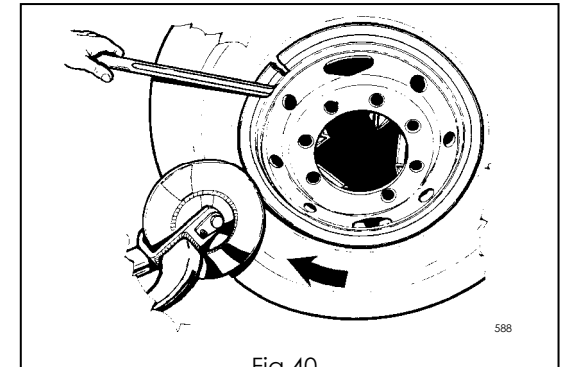

Fig.40
4. Engage one edge of the lock ring in its seat and complete the mounting process with the bead breaker disc. In the initial mounting phase hold the rim edge in its seat with a bar (Fig.40).
4. *Engager une extrémité de la bague élastique dans son logement et terminer le montage à l'aide du disque détalonneur. Pendant la phase initiale du montage, retenir l'extrémité de la bague élastique dans son siège à l'aide d'un levier (Fig.40).*
4. Ein Ende des Sprengrings in die Rille einlegen und die Montage mit Hilfe der Abdrückscheibe zu Ende führen. In der Anfangsphase das Sprengringende mit einem Hebel in der Rille halten (Abb.40).